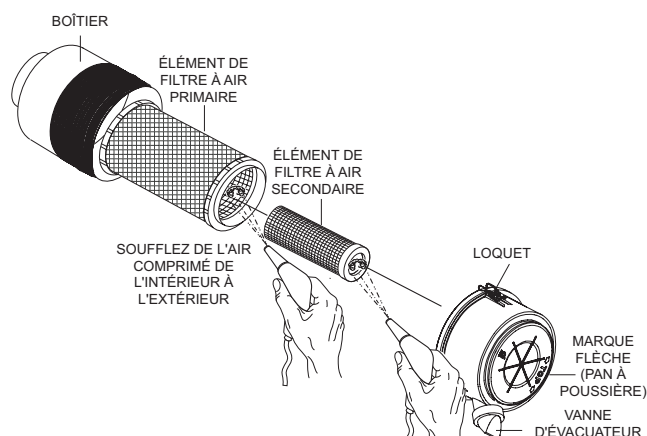

Figure 56. Épurateur d'air
Toutes les 250 heures : Retirez l'élément du filtre à air (Figure 56) et nettoyez l'élément en papier résistant avec un léger jet d'air comprimé. Remplacez le filtre à air si nécessaire.
1. Déverrouillez les loquets (Figure 56) qui fixent le couvercle au corps du filtre à air.
6. Pour nettoyer l'élément primaire (filtre à air en papier) comme indiqué à la Figure 56, tapez l'élément filtrant plusieurs fois sur une surface dure pour enlever la saleté, ou souffler de l'air comprimé, ne dépassant pas 30 psi (207 kPa, 2,1 kgf/cm²), à travers l'élément filtrant de l'intérieur vers l'extérieur.